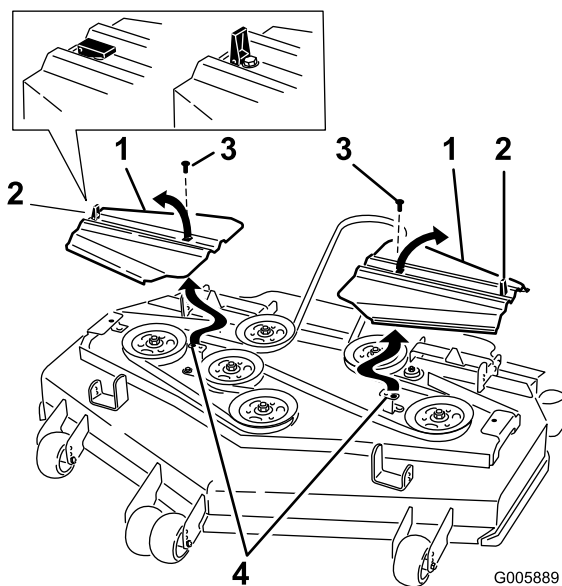

Figure 60
12. Posez les couvercles de courroies en engageant les languettes dans les rainures. Posez les vis et fermez les verrous (Figure 60).